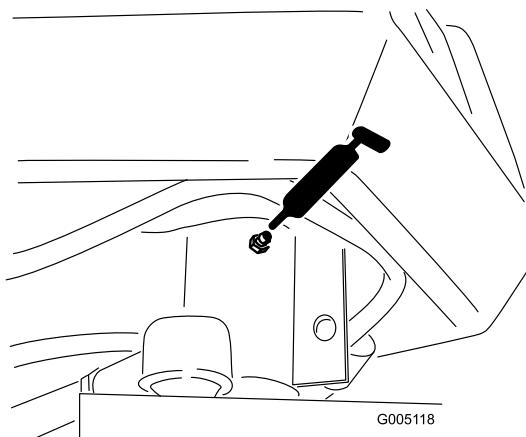

Bild 40
- Lenkgabelspindel (1) (Bild 40)
- Stangenende (Bild 40)